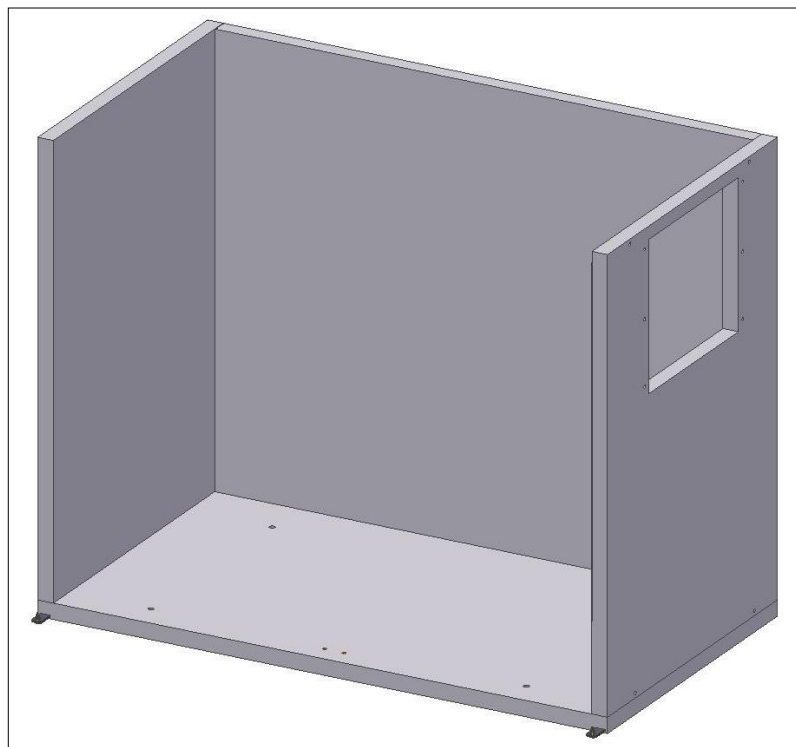

Fig. 5
- Encajar el **panel lateral derecho** sobre el panel del fondo y apretar sólo al fondo (Fig.5);